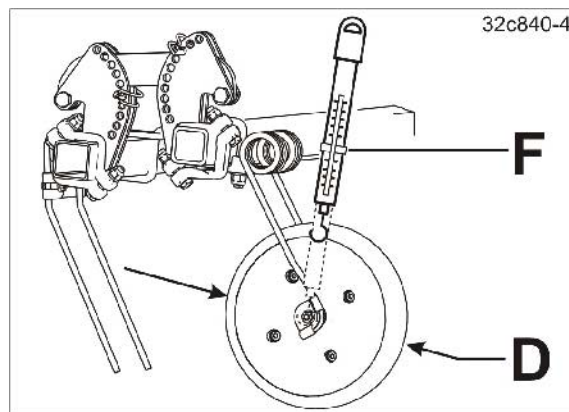

Fig. 183
4. Kontrollér tallerkentrykket mod jorden, f.eks. med en fjedervægt (se Fig. 183/1).